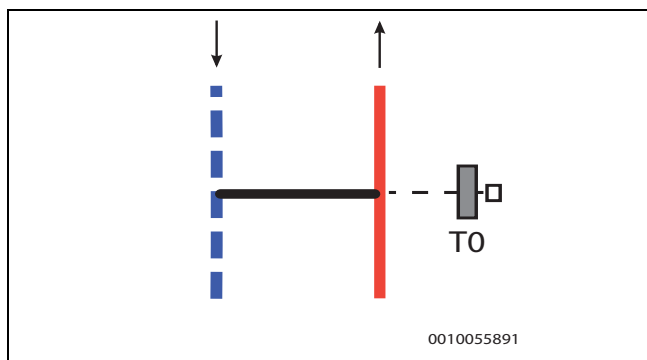

Bild 26 Bypass, gerade Ausführung
- Der Vorlauftemperaturfühler T0 ist am Vorlaufanschluss des Bypasses installiert → Abbildung 26.